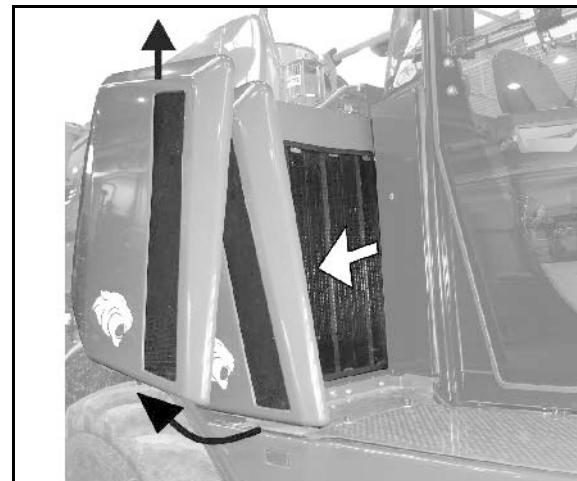

Fig. 168
1. Løsn vingemøtrikken på filteraddækningen (Fig. 168/1).
2. Tag filterafdækningen af og træk det yder filterelement (Fig. 168/2) ud.
6. Udskift det indvendige filterelement (Fig. 168/3) (må aldrig renses).
- o Løsn sekskantmøtrikken (Fig. 168/4), og træk det indvendige filterelement ud.